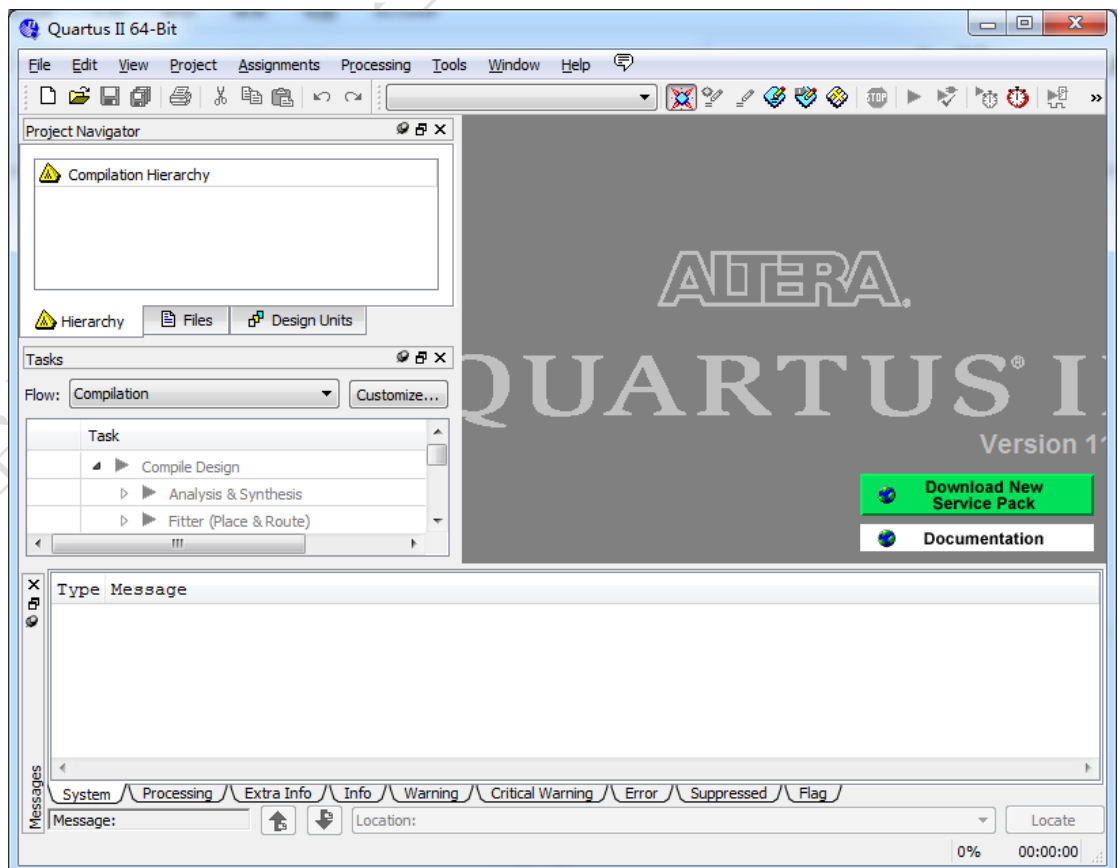

图 3 Quartus II 打开界面
1. 在 design 和 sim 目录的同级目录建立一个文件夹命名为 Quartus_pro, 打开 quartus II 软件如下界面如图 3